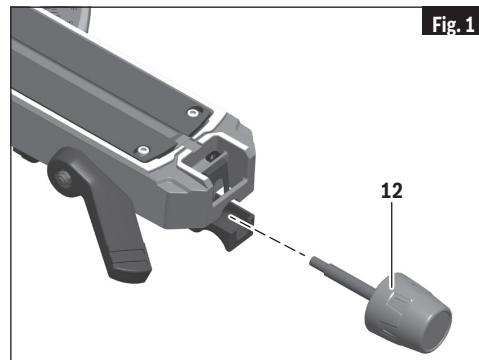

Fig. 1
1. Mire debajo del brazo delantero de la mesa giratoria encima de la palanca de fijación y localice el agujero de 10 mm (vea la Fig. 1).